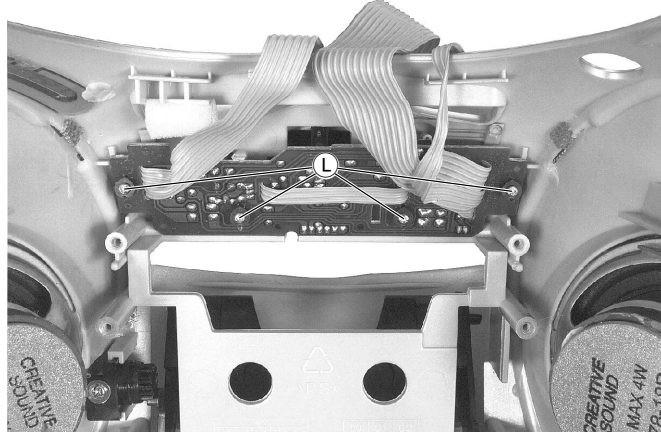

Fig. 10
- 4 Schrauben ③ (Fig. 10) herausschrauben.
- Undo 4 screws ③ (Fig. 10).